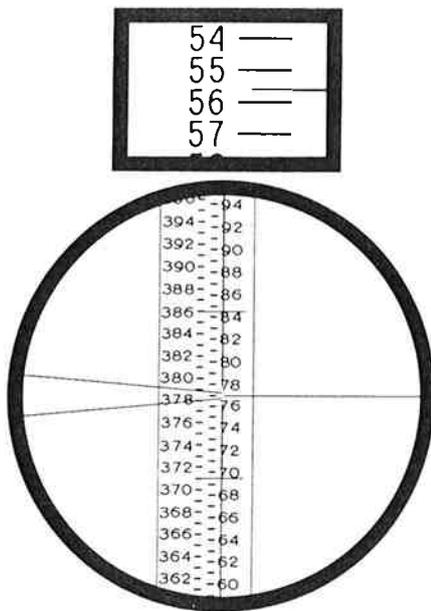
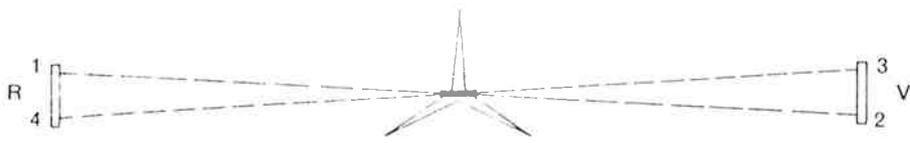

Bild 10 NA2-Seehelfe mit Invarnivellierlatte. Ablesung am Keilfaden: 77 cm.
Bild 11 Ablesefolge an den doppelt geteilten Invarnivellierlatten.
Für Präzisionsnivelements wird das NA2 mit aufgestecktem Planplattenmikrometer GPM3 (Bild 2) oder GPM6 (Befestigungsklemme unten) verwendet. Durch Drehen des Mikrometerknopfes (15) wird im Gehäuse (16) eine planparallele Glasplatte um die Horizontale gekippt, wodurch sich der Zielstrahl nach oben oder unten parallel verschiebt. Der Verschiebebereich beträgt beim Standardmodell 10 mm und entspricht damit auch dem Teilungsintervall auf den Wild-Invarlatten. Der Betrag der Verschiebung wird beim GPM3 im Mikrometerokular an einer gut beleuchteten Glasskala direkt auf 0,1 mm abgelesen und auf 0,01 mm geschätzt (Bild 10), beim GPM6 an der Mikrometertrommel direkt auf 0,2 mm abgelesen und auf 0,05 mm geschätzt. Die Ablesung 50 (beim GPM 6:5) entspricht der senkrecht stehenden Planplatte und somit der **direkten**, ungebrochenen Ziellinie. Die Lattenablesung ist also immer um 5 mm höher als der wahre Instrumentenhorizont, was aber keine Rolle spielt, da diese 5 mm sowohl für den Rückblick R als auch für den Vorblick V gelten und bei der Berechnung des Höhenunterschiedes  $\Delta H = (R + 5 \text{ mm}) - (V + 5 \text{ mm}) = R - V$  wieder herausfallen.
Zum Ablesen der Latte stellt man mit dem Mikrometerknopf den nächstliegenden Zentimeterstrich genau in den Keilfaden des Fernrohrs, notiert die Zentimeter der Latte und fügt daran die Ablesung des Mikrometers als Dezimalbruch, z.B. 77,556 cm (Bild 10). Da jede Latte eine linke und eine rechte Teilung hat, wird man die 4 Ablesungen zeitlich symmetrisch wie folgt anordnen (Bild 11):